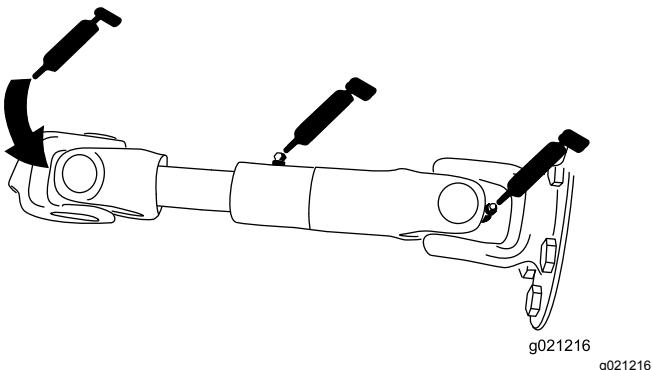

Figura 61
- Albero di trasmissione pompa (3) (Figura 61)